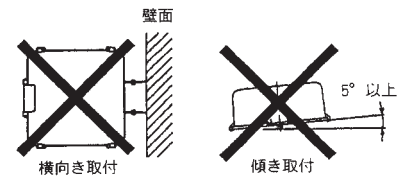

図2
- 投光器は構造物の取付面に図1の取付穴寸法に従って取付ボルトを2本設置し、アームを挿入して平座金、バネ座金、ナットで確実に締付けてください。また、図2のように傾き制限がありますので回転機能は取付面が水平(図1)の場合のみの使用としてください。